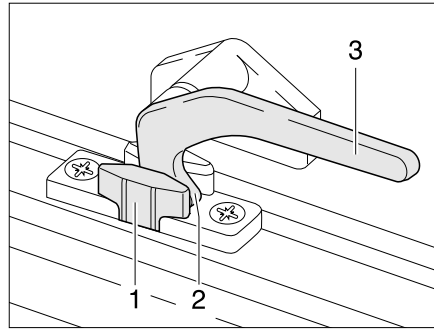

Fig. 78 Levier de verrouillage en position "Aération permanente"
- En position "Aération permanente" (Fig. 78)
- Tourner le levier de verrouillage d'un quart de tour vers le cadre de la fenêtre. Le tenon de verrouillage (Fig. 78,2) doit pénétrer alors dans le logement prévu à cet effet dans le verrouillage de fenêtre (Fig. 78,1).